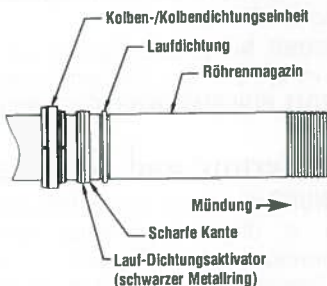

ABBILDUNG 23a
- NUR FÜR 11-87 12-Kaliber-SUPER-MAGNUM:** Schieben Sie die Laufdichtung, den Lauf-Dichtungsaktivator (bei Verwendung von 2 $\frac{1}{4}$ " Schrotpatronen) und die aus Kolben und Kolbendichtung bestehende Einheit aus dem Röhrenmagazin. Siehe Abb. 23a.